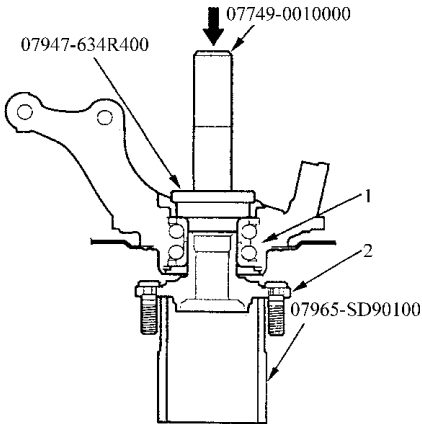

图 6-26 安装新车轮轴承到轮毂上
9) 如图 6-26 所示，借助专用工具和压力机，将一个新的车轮轴承安装到轮毂上。